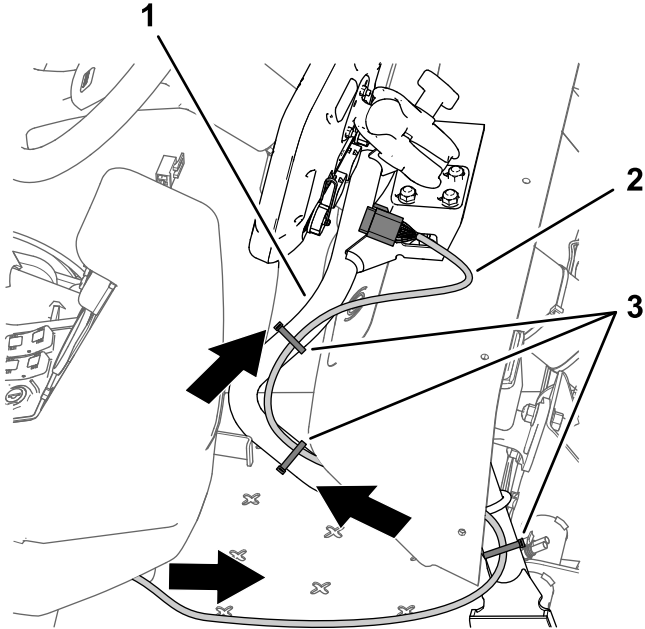

Figura 205
1. Enrute la rama de 220 cm del arnés de datos (la rama del arnés con el conector hembra de 26 vías) hacia adelante y por debajo del salpicadero (Figura 205).
2. Enrute la rama de 220 cm del arnés de datos por el tubo de sujeción del monitor (Figura 205)
4. Asegúrese de que la rama de 220 cm del arnés de datos tiene suficiente holgura para que el operador del fumigador pueda ajustar la posición del monitor, y sujete el arnés al tubo de sujeción del monitor con bridas, según se muestra en Figura 205.